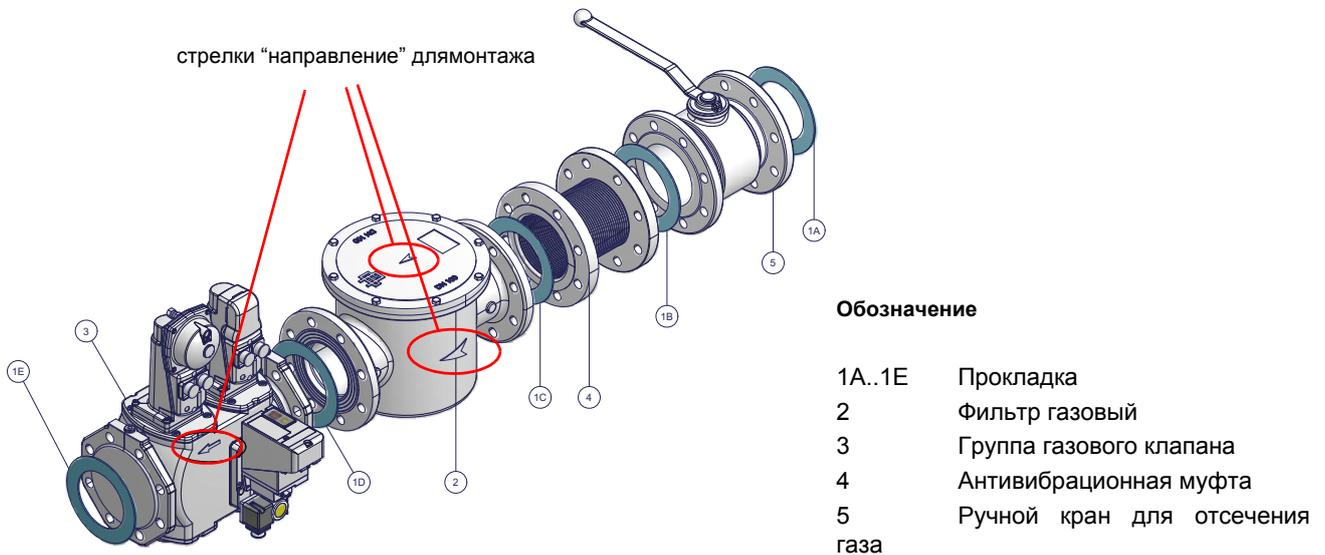

Рис. 6 - Пример газовой рампы
- 1 - б) при фланцевых соединениях: между соседними компонентами устанавливать прокладку (1А..1Е - Рис. 6), совместимую с используемым газом,
ВНИМАНИЕ: после монтажа газовой рампы согласно схеме на Рис. 6, необходимо провести тестирование на герметичность газового контура, согласно требований действующих нормативов.